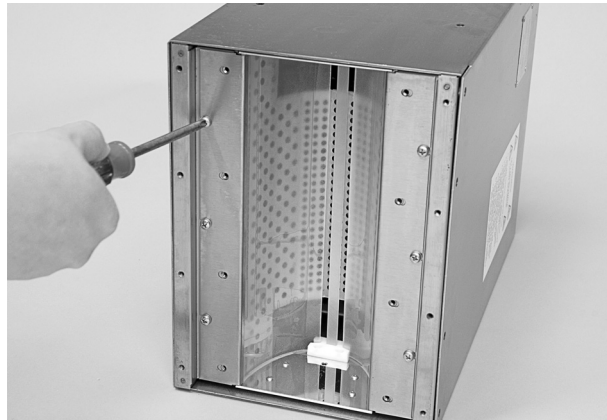

Abb. 5-5 Haltebleche abnehmen
4. Siehe Abbildung 5-5. Die sechs Halteschrauben und die zwei Haltebleche vom Lampenkopfsockel abnehmen.